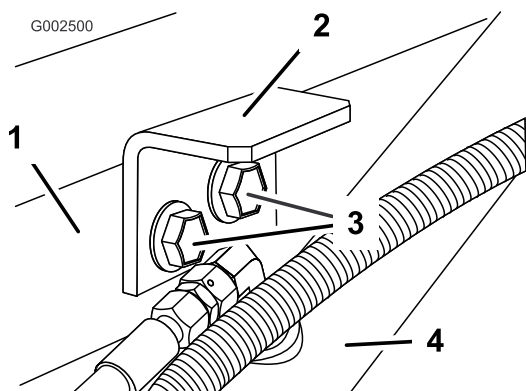

Figura 17
3. Installate le staffe di fissaggio usando i due bulloni e i dadi flangiati rimossi in precedenza (Figura 17).